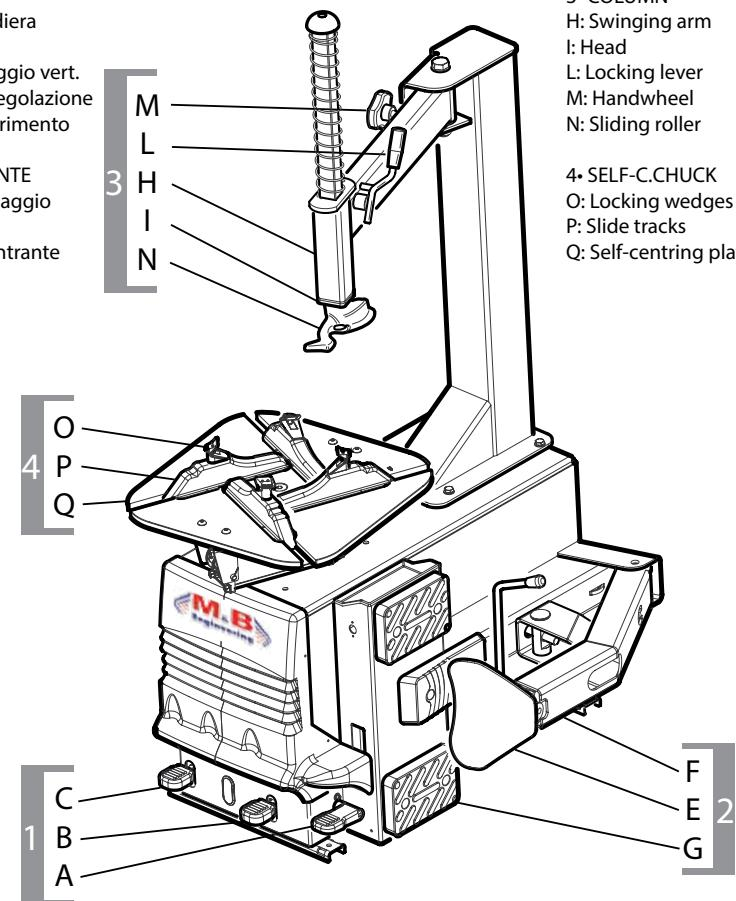

fig.1
PEDALIERA (fig.1) (1)
STALLONATORE (fig.1) (2)
GRUPPO PALO (Fig.1) (3)
AUTOCENTRANTE (Fig.1) (4)
PEDAL CONTROLS (fig. 1)(1)
BEAD BREAKER (fig. 1) (2)
COLUMN UNIT (Fig.1) (3)
SELF-CENTERING CHUCK (Fig.1) (4)
PEDALIER (fig.1) (1)
DÉTALONNEUR (fig.1) (2)
GROUPE DE LA POTENCE (Fig.1) (3)
AUTOCENTREUR (Fig.1) (4)
FUßSCHALTUNG (Abb.1) (1)
ABDRÜCKER (Abb.1) (2)
TRAGSÄULENGRUPPE (Abb.1) (3)
SELBSTZENTRIERER (Abb.1) (4)
UNIDAD COLUMNA (Fig.1) (3)
AUTOCENTRADO (Fig.1) (4)